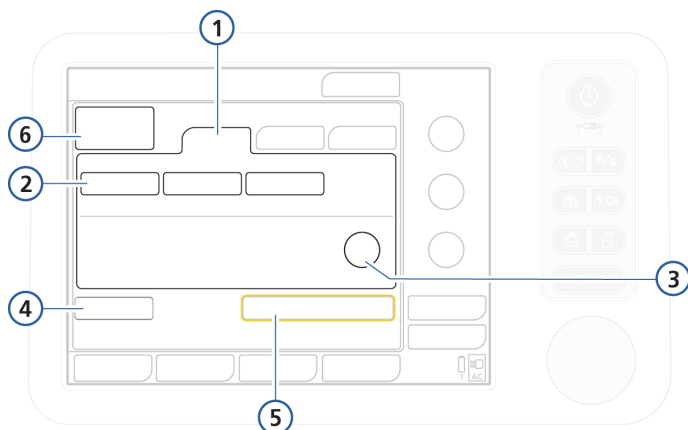

Рисунок 5-2. Группа пациентов «Младенец»
1. В окне «Режим Ожидания» перейдите на вкладку «Младенец». См. рис. 5-2.
На рис. 5-2 они обозначены как «Младенец 1», «Младенец 2» и «Младенец 3» (в ходе настройки названия кнопок можно изменить). Эти настройки устанавливаются в конфигурации (раздел I.6). С помощью функций быстрой настройки можно указать параметры по умолчанию, в том числе применяемый режим вентиляции.